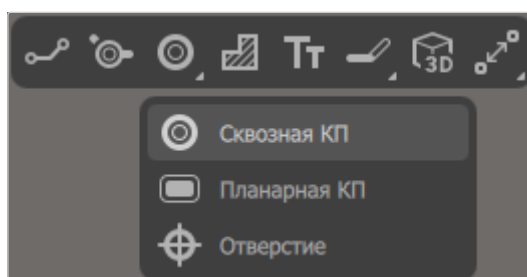

Рисунок 200. Инструменты «Сквозная КП», «Планарная КП» и «Отверстие» на панели инструментов
- 2) В раскрывшемся списке выбрать инструмент «Сквозная КП», «Планарная КП» или «Отверстие» (см. рисунок 200).